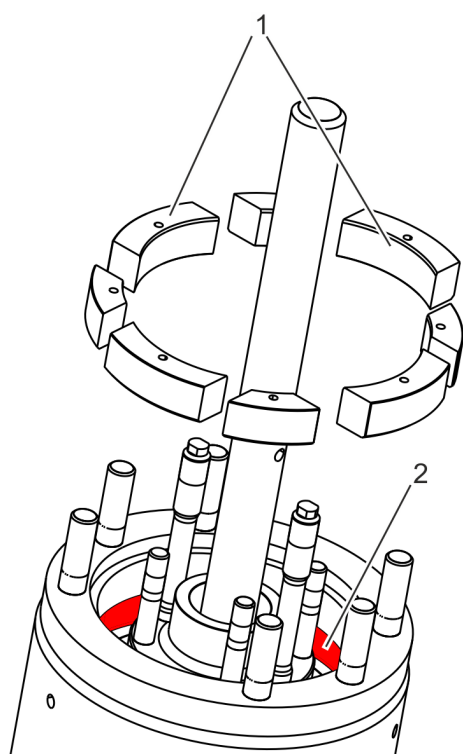

Fig. 32: Colocar los segmentos
19.▶ Introduzca los segmentos (Fig. 32/1) en la ranura del cuerpo de la válvula (Fig. 32/2).